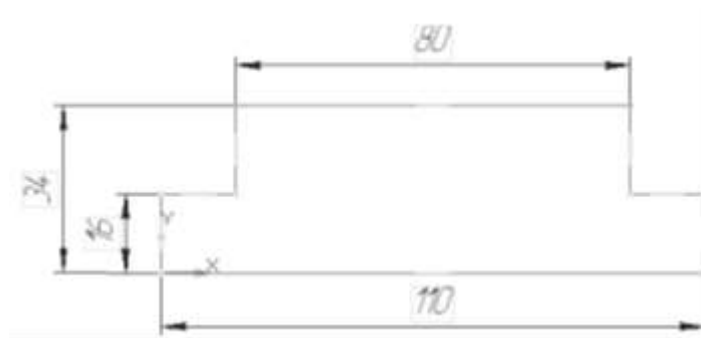

Рис. 7.4. Эскиз основания детали
- 8) С помощью непрерывного ввода объекта и ортогонального черчения постройте эскиз основания детали (рис. 7.4);